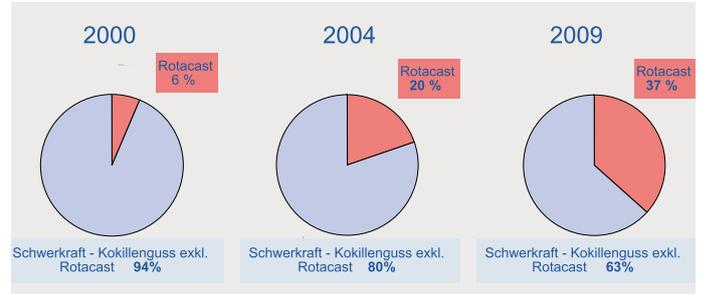

Bild 3 – Produktionsmengen nach Gießverfahren
I.2. Mengenerwicklung (Bild 3)